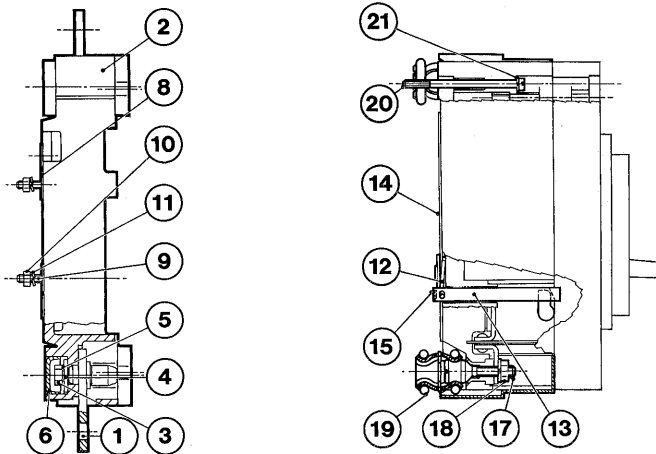

Fig. 11
7.4. Trasformazione dell'interruttore base in interruttore estraibile con attacchi anteriori (fig. 11)